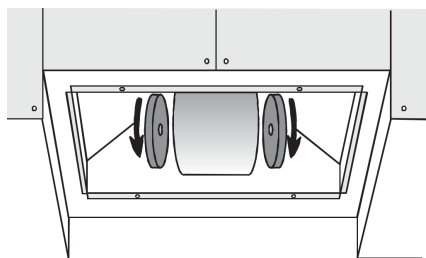

fig.2
4. Tournez les filtres à charbon actifs dans le sens contraire des aiguilles d'une montre jusqu'à ce qu'ils se débloquent (fig. 2).